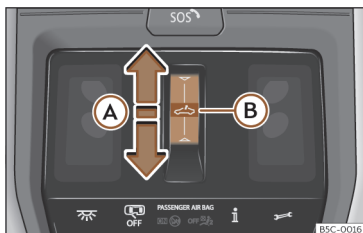

Fig. 93 No revestimento interior do teto: botão do teto de vidro.
- Movimento automático: deslize o dedo para trás sobre a área funcional  »» **Fig. 93 (A)**.
- Antes de decorrerem aprox. 5 segundos da ativação da função antientalamento, deslize o dedo para a frente sobre a área funcional >>> **Fig. 93** **△** e mantenha pressionado até o teto se fechar totalmente.